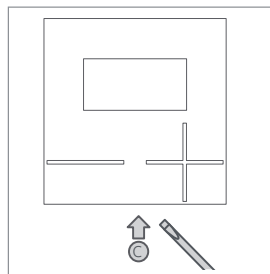

Fig. 2
- Abra el Termostato Inteligente presionando el punto C (fig. 2)